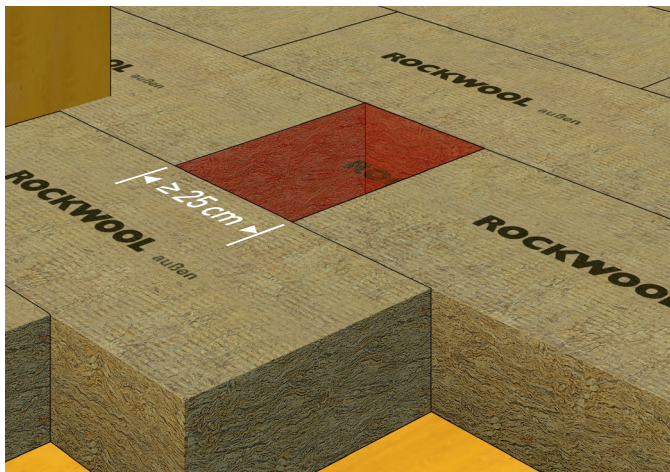

Abb. 3: Passstücke  $\geq 25$  cm sind vereinzelt zulässig.
- Grundsätzlich sind ganze Platten zu verlegen. Passstücke  $\geq 25$  cm sind vereinzelt zulässig (Abb. 3).